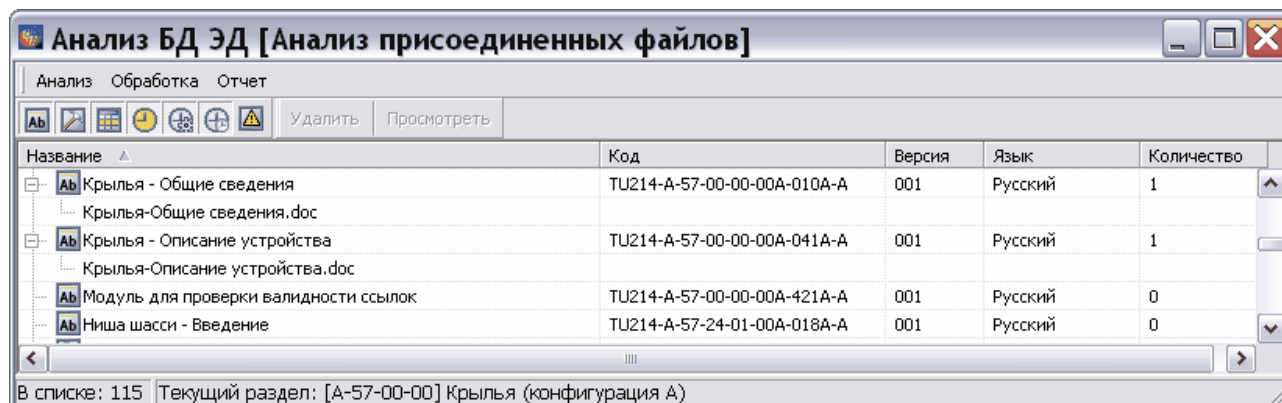

Рис. 8.216
4. В окне **Анализ** нажмите на кнопку **Применить**. В окне **Анализ БД ЭД** появится результат анализа присоединенных файлов (Рис. 8.216).
Название присоединенного файла можно посмотреть, нажав на крестик слева от названия модуля данных, имеющего присоединенный файл (Рис. 8.216).